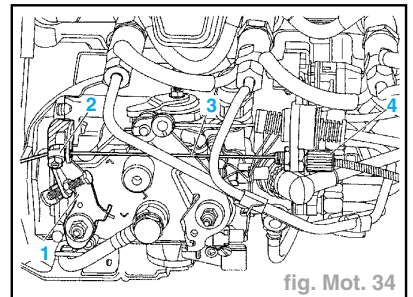

fig. Mot. 34
- Vérifier que le levier (1) est en butée à droite (fig. Mot. 34).
- Sinon rapprocher la tension du câble (3) par le serre-câble (2) (couple de serrage **0,5 daN.m**).
- Achever la tension par le tendeur de gaine (4).